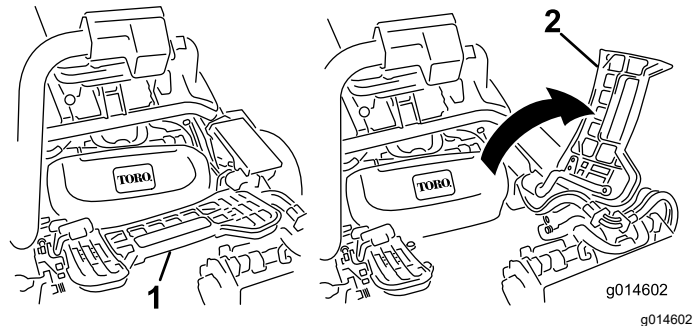

Figura 51
2. Levante el reposapiés y gírelo hacia arriba, para tener acceso a la posición de la unidad de corte central (Figura 51).